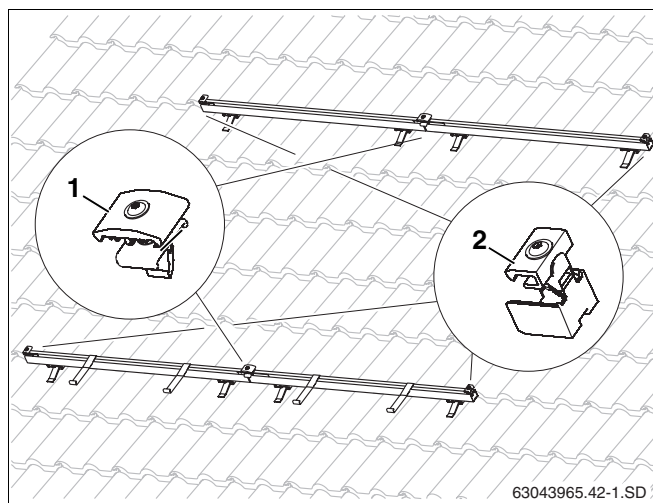

Fig. 40 Elementi di fissaggio per il collettore
Il fissaggio dei collettori sulle guide profilate avviene per mezzo dei giunti di collegamento unilaterali (fig. 40, **pos. 2**), all'inizio e alla fine di una serie di collettori, e dei giunti di collegamento bilaterali (fig. 40, **pos. 1**) tra un collettore e l'altro.